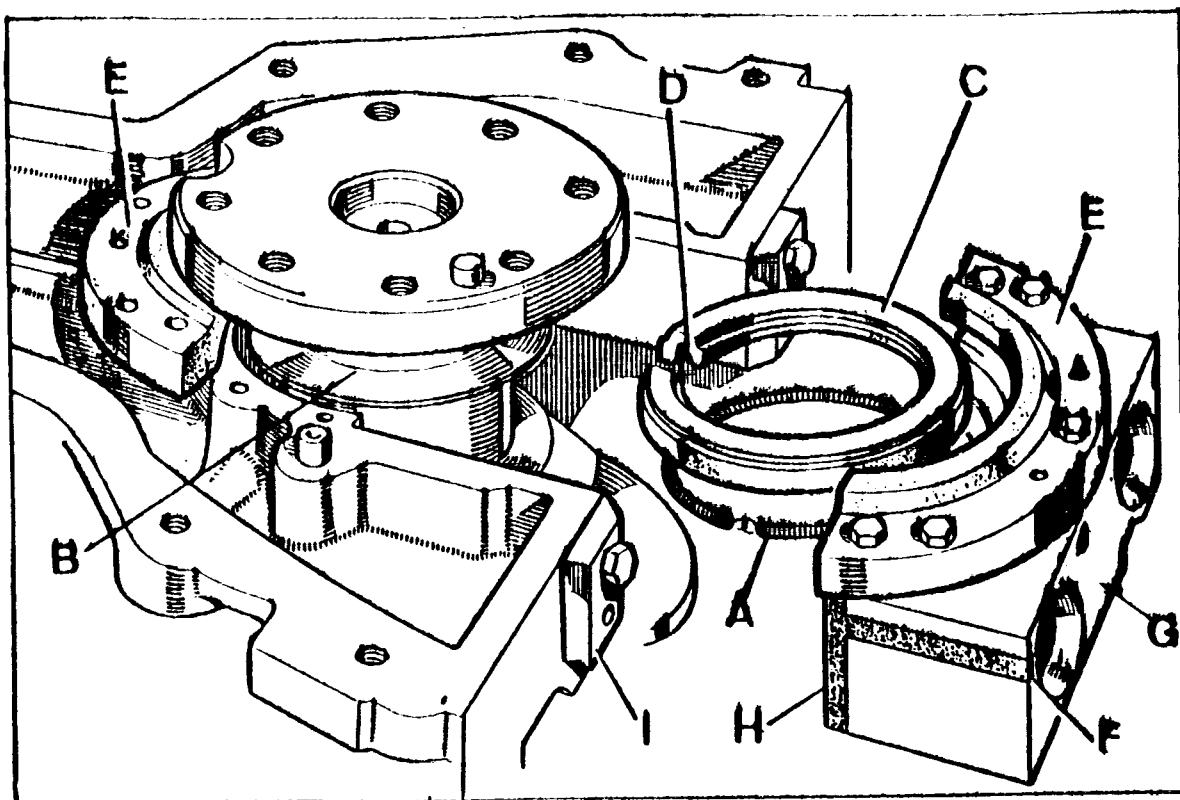
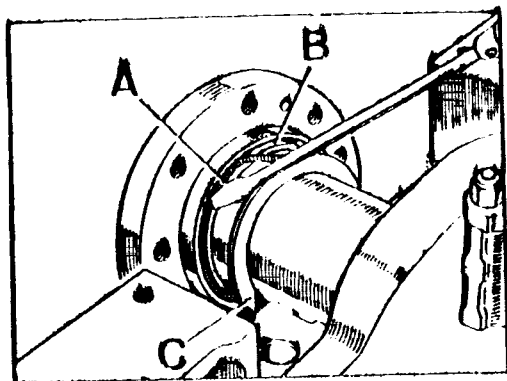

Fig. A3-83C Detalles del retén trasero del cigueñal
Fig. A3-83D Montaje del muelle compresor del retén.
- 1.12. Desmontar el retén, C, del cigueñal y el muelle compresor, A (Fig. A3-83C).
- 2.1. Situar el muelle, A (Fig. A3-83C) sobre el cigueñal, encajándolo en su alojamiento del muñón, B, y enganchar sus extremos, teniendo cuidado de no deformar el muelle al realizar esta operación.
- 2.3. Colocar el muelle, A (Fig. A3-83C) de forma que el punto de enganche quede situado según se indica en la figura. Con un destornillador pequeño se irá empujando el muelle (Fig. A3-83D) hasta que se introduzca en el hueco del retén.
- 2.4. Girar el retén hasta que el corte, D (Fig. A3-83C) quede situado en el eje vertical del motor y apuntando hacia la culata. Esta posición, que es la de trabajo, es muy importante.
- 2.5. Instalar las dos mitades del porta-retén, E (Fig. A3-83C), asegurándose de que el retén queda bien alojado en la mitad superior.
- 2.6. Montar dos empaquetaduras de corcho, F (Fig. A3-83C) sobre la tapa del cojinete trasero, G, haciéndole de antemano un biselado en la zona H. Engrasar la zona deslizante de la tapa y montarla sobre el bloque haciendo uso de las guías I, 270304.